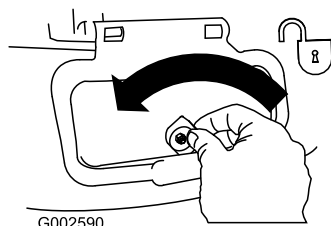

Figure 35
1. Déverrouillez le volet d'éjection latérale (Figure 35).